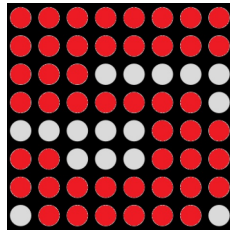

Figura 1: Matriz 8x8
2. Recibir un patrón por consola y replicarlo tal cual en los leds, como en la figura 1.